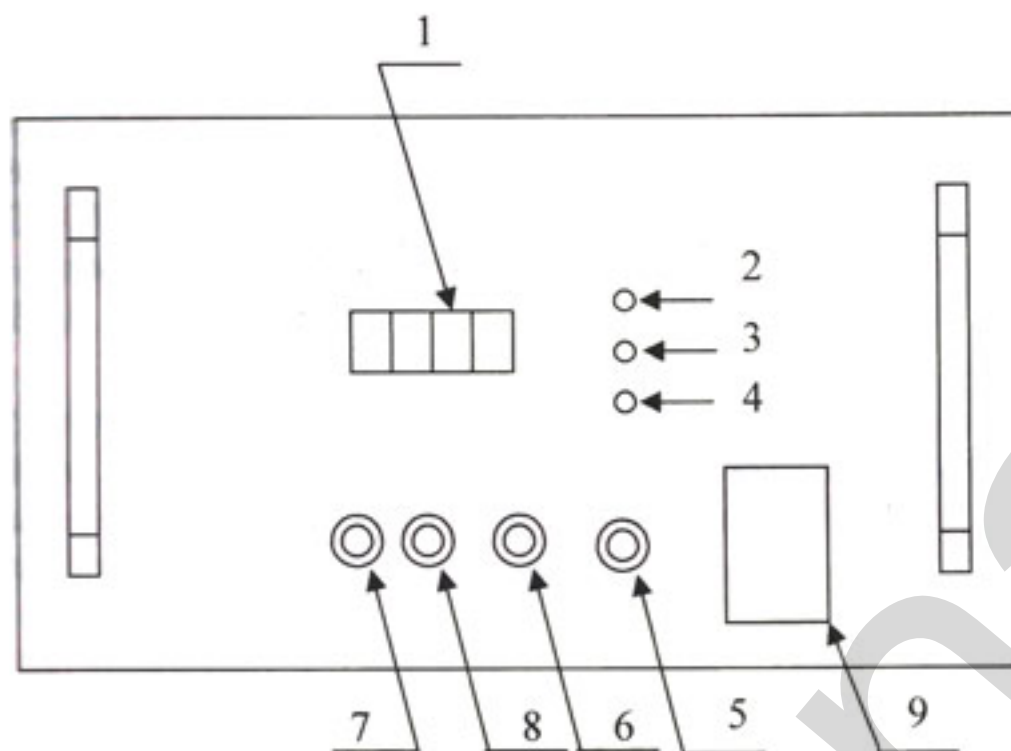

Рис. 3. Панель управления.
4. Удерживая нажатой кнопку «Режим» (6 на рис. 3) и нажимая кнопку «Задание уровня тока/Выбор режима (+)» или «Задание уровня тока/Выбор режима (-)» (7,8 на рис.3) выбрать один из режимов работы 2.1..2.7 (соответствующая выбранному режиму скорость нарастания тока приведена в таблице (9 на рис.3)). При этом на цифровом индикаторе будет отображаться «P2-1»..«P2-7», а после отпускания кнопки «Режим» - 0000A («0000»).
5. Кнопками 7 и 8 (рис. 3) установить требуемую амплитуду импульса тока в пределах от 0 до 6400 А.
6. При загорании сигнала "ГОТОВ" (зеленый светодиод, 3 на рис. 3) нажать кнопку "ПУСК" (5 на рис.3).